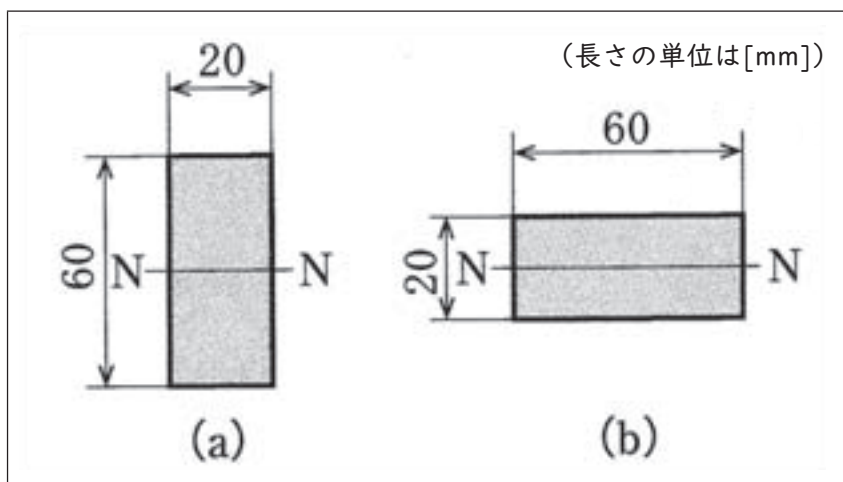

図4
- (7) 次の図4に示す(a)の断面二次モーメント I_a [mm⁴]、断面係数 Z_a [mm³] と (b) の断面二次モーメント I_b [mm⁴]、断面係数 Z_b [mm³] の値として、最も適切な組合せを1～5から一つ選べ。解答番号は